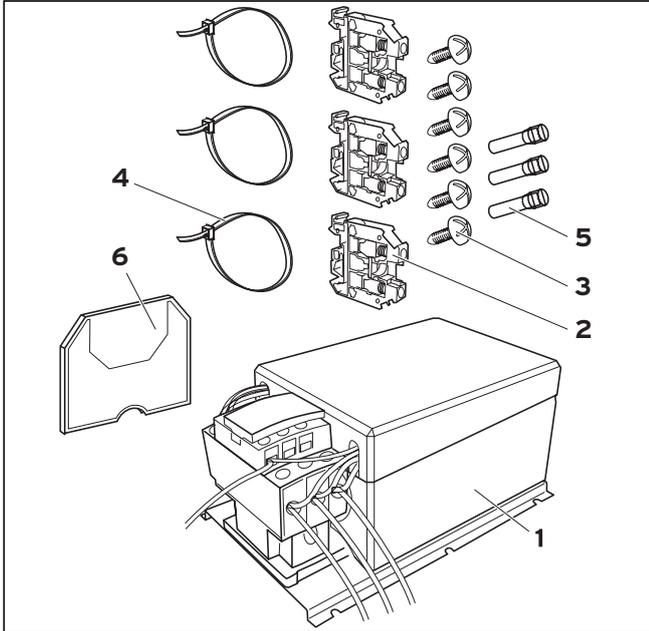

Abb. 3.1 Lieferumfang Anlaufstrombegrenzer (ASB)
- Überprüfen Sie vor der Montage anhand von Abb. 3.1 und Tab. 3.1 die Lieferung auf Vollständigkeit.
- Befestigen Sie die drei mitgelieferten Klemmen (2 in Abb. 3.1) und die Abschlussplatte auf der Hauptklemmleiste in der Lücke links neben der Erdungsklemme und dem Motorschutzschalter (F11).